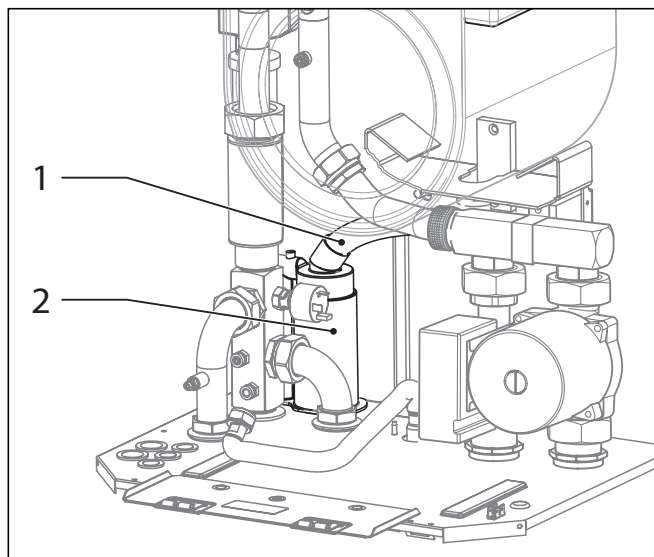

Fig. 7.5 Curățarea căilor pentru apa din condens (1)
Dacă este curățat schimbătorul primar de căldură, trebuie să fie mai curățate calea pentru apa din condens și sifonul; vezi cap. 7.2.3. Pentru spălarea schimbătorului primar de căldură, vă puteți folosi de ajutorul cotului de racord și al țevii ondulate. Detașați aceste piese de pe sifon (2, fig. 7.5) și lăsați clema și cotul de racord pe schimbătorul primar de căldură.
În scopul curățării căilor pentru condens, se pot demonta furtunul de scurgere a apei din condens de la schimbătorul primar de căldură (1, fig. 7.5) și întregul sifon pentru apa din condens (2). Cele două componente pot fi apoi curățate în stare demontată.